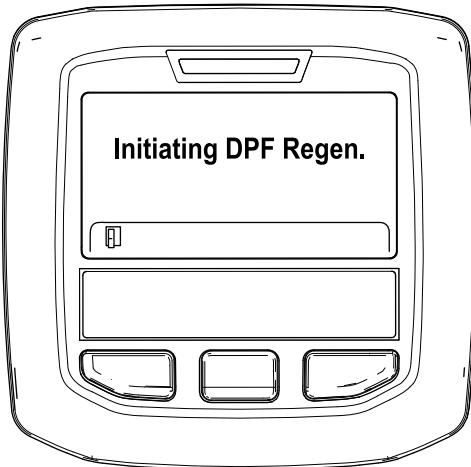

図 37
- A. Initiating DPF Regen DPF 再生開始中というメッセージが表示される図 37。